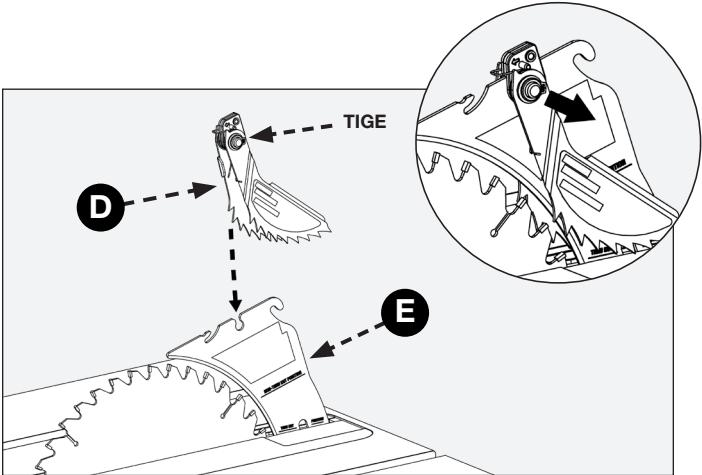

FIGURE 14
Le couteau diviseur (E) doit être en position de coupe complète avant l'installation des griffes anti-rebond (D) et du protège-lame (F) (figures 14 et 15).
Insérez l'ensemble de griffes (D) dans la fente du milieu sur le couteau diviseur (E) comme le montre la figure 14 tout en appuyant sur la tige à ressort sur le côté droit de l'ensemble de griffes.
Une fois insérée, relâchez la tige à ressort de sorte qu'elle revienne à sa place (figure 14). S'assurer qu'elle est verrouillée en place.